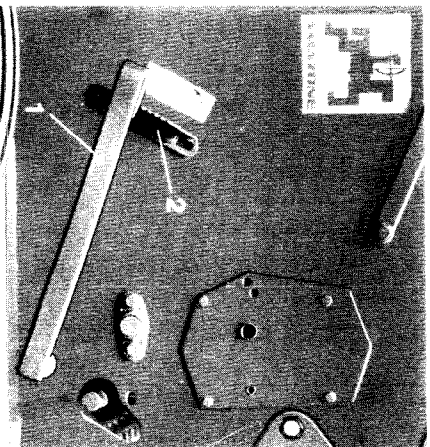

Fig. 1
- Bundklapindstillingshåndgrebet (fig. 1/1) sættes i stilling på rastepladen (fig. 1/2).